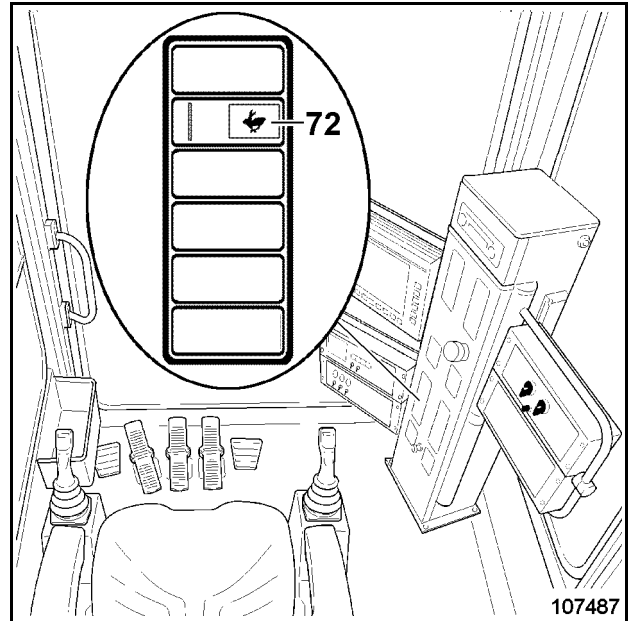

Fig. 2-112:
- conmutador (71, Fig. 2-112:) hacia la derecha marcha lenta.